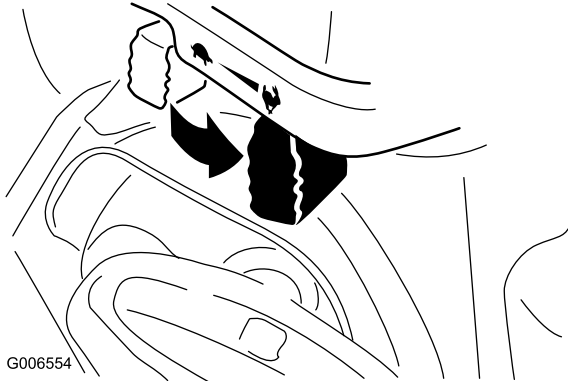

Figura25
- Mutați clapeta de accelerație în poziția de deplasare rapidă (Figura25).